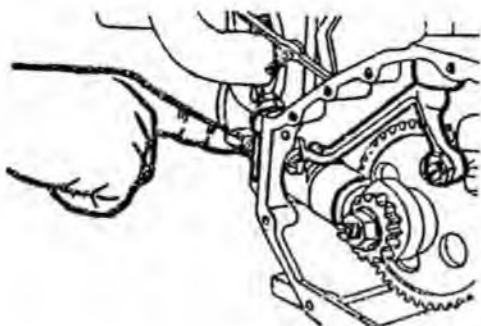

рис. 8.1
6. При установке наклонной направляющей вилки убедитесь, что шарик на раме впрыскивающего насоса вставлен в паз наклонной направляющей вилки, а задняя часть рамы защищает корпус впрыскивающего насоса на 5–6 мм (Рис. 8.1).